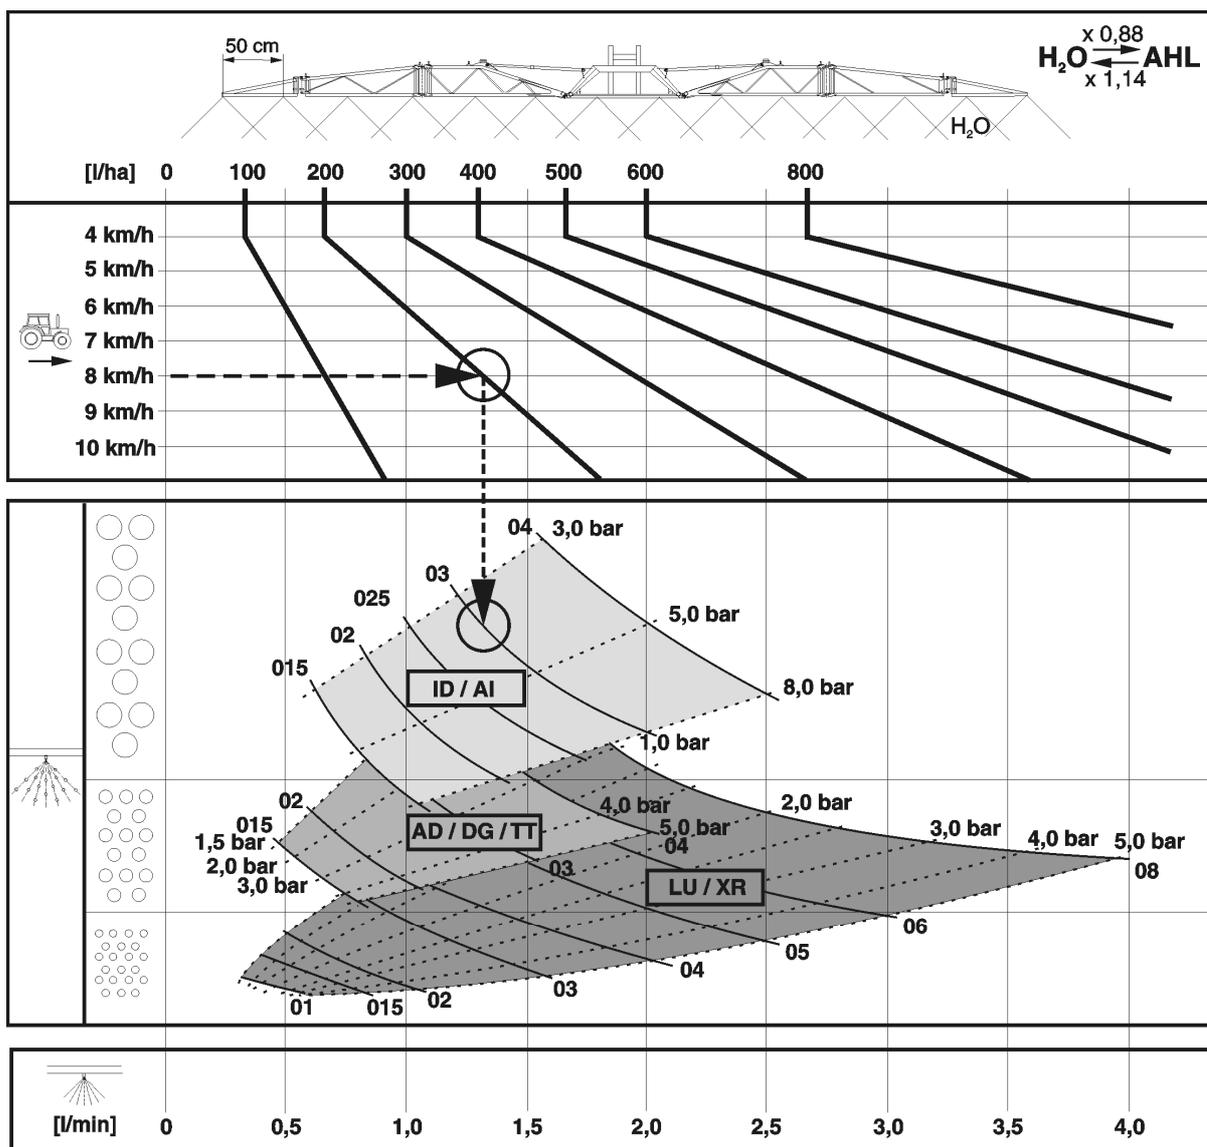

Рис. 172
- Рис. 172 служит для выбора соответствующего типа форсунки. Тип форсунки зависит от: